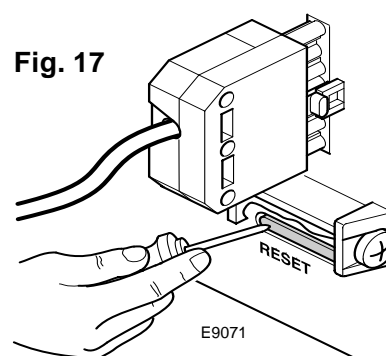

Fig. 17
- Rétablir le fonctionnement en retirant la boîte de contrôle, **mais en la laissant alimentée électriquement** et en agissant avec du matériel opportun sur la languette de réarmement (voir fig. 17).